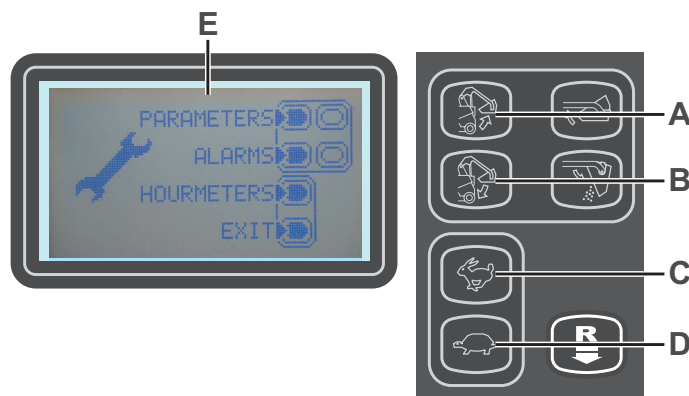

Рис. 3
Главное меню (Е, Рис. 3)
1. Для перехода в главное меню (Е, Рис. 3) поверните ключ зажигания (51) в положение «I» одновременно удерживая кнопки (52) и (53).
5. Нажмите кнопку (D) для выхода из режима администратора и возврата в режим оператора.
Для возврата в главное меню (E, Рис. 3) несколько раз нажмите кнопку (A).
Для возврата в главное меню (E, Рис. 3) нажмите кнопку (A).